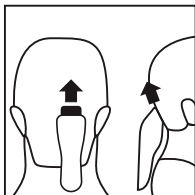

Figura 6
- Manter a parte superior do aparelho apontada para cima e dar início ao corte, começando pelo meio da cabeça na base do pescoço (**Figura 6**).